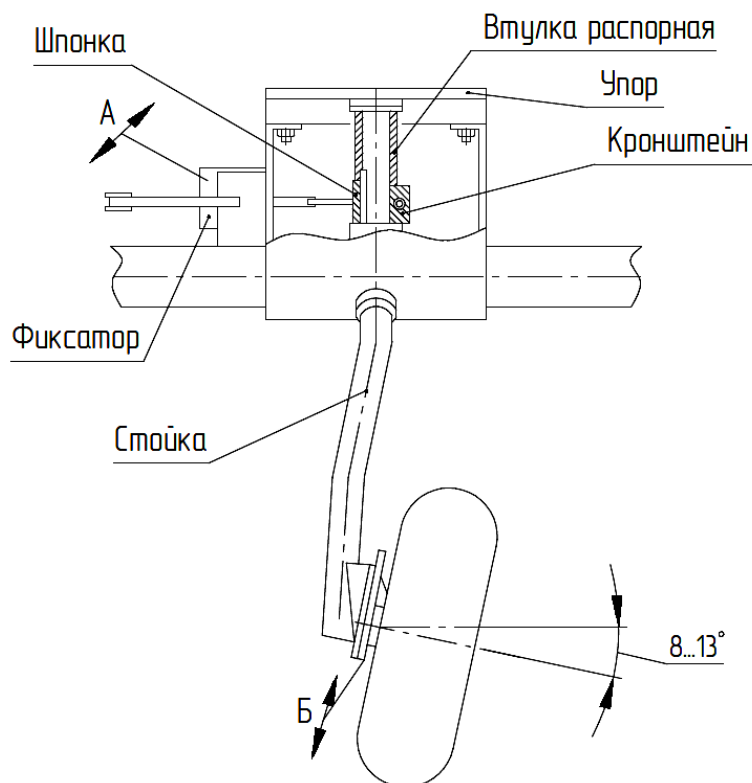

Рисунок 2.2 – Установка левого колеса
2.3.3 Вставьте стойку левого колеса в жатку (рисунок 2.2), установите кронштейн и шпонку. Затем установите втулку распорную и закрепите сверху упор. Стойка колеса должна упираться в пластину упора. Зажмите клеммное соединение кронштейна, при этом вилка кронштейна должна находиться по центру фиксатора. Поверните колесо в рабочее положение и зафиксируйте.